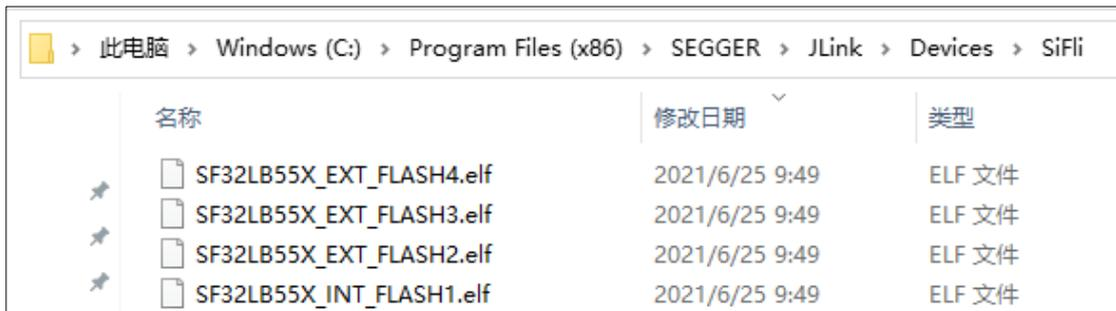

图 2-1
- 3) 配置思澈科技公司的 FLASH 下载驱动，将提供的驱动包中的 JLinkDevices.xml 文件替换到 C:\Program Files (x86)\SEGGER\JLink\JLinkDevices.xml；创建文件夹 C:\Program Files (x86)\SEGGER\JLink\Devices\SiFli 并将相应驱动文件拷贝到文件夹中，如图 2-1 所示。